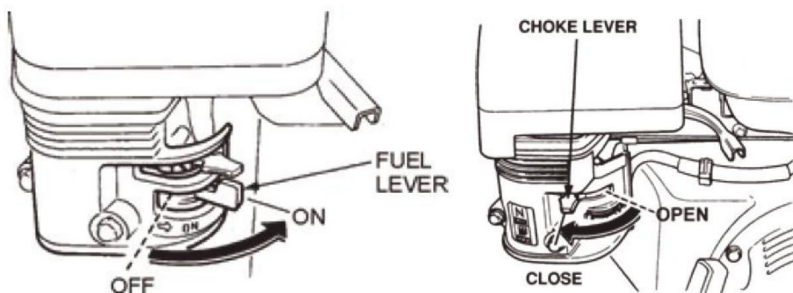

FIG.6 FIG.7
9.1 Placera motorns bränsleventilspak (FIG. 6) till läget "PÅ".